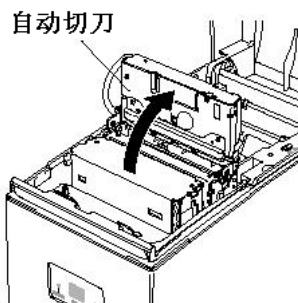

图5-9 打开切刀
③把自动切刀拿起竖直接图 5-9 所示方向。
- ① 关掉打印机电源，从交流插座中拔出打印机电源线。
- ② 打开机盖。
- ③ 对自动切刀型，抬起切刀至垂直位置，如图 5-9 所示。